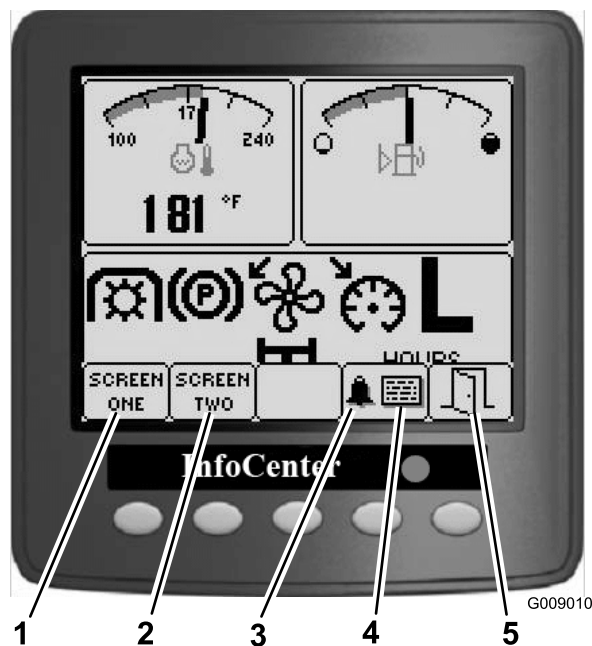

Figure 13
- Appuyez sur le bouton correspondant pour afficher l'écran 1 ou 2, pour arrêter l'alarme sonore, pour consulter l'écran des anomalies ou pour quitter l'écran (Figure 13).